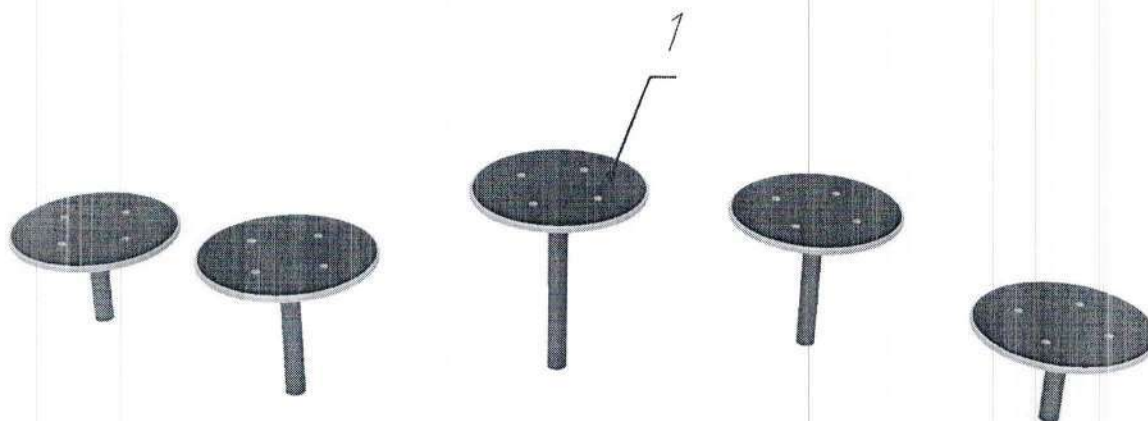

Рис.1 Общий вид Тропинки игровой РТР 069
4.1. Тропинка игровая РТР 069 (см. рис.1) состоит из пяти отдельных ступенек 1 различной высоты, расположенных в виде змейки.